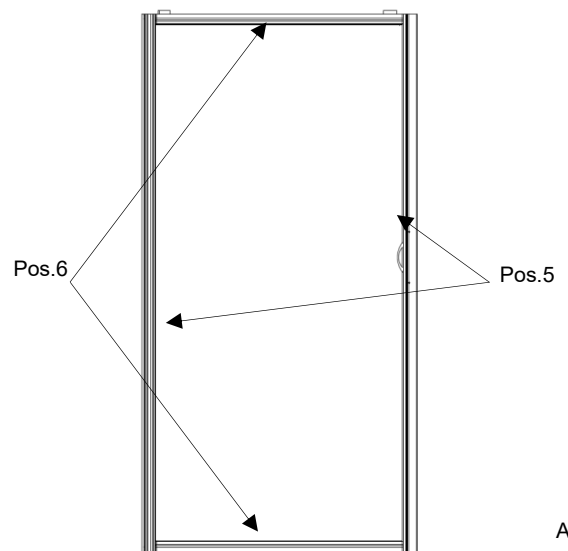

Abb.57
- montieren der Keildichtung Pos. 5 und 6 (Abb.57)